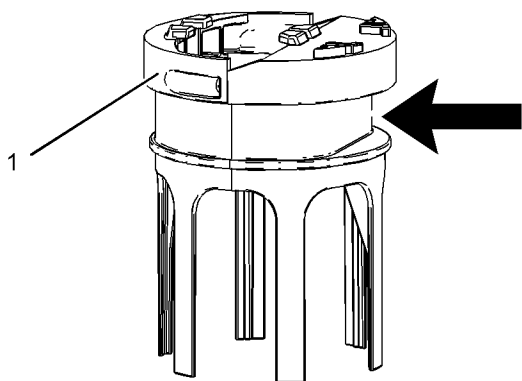

图 77
4. 拉出舌片 (5)，拆下集管盘管底部的吸油滤清器 (4)。用新的吸油滤清器进行更换。
6. 确保带夹如图 77 所示对准滤清器底座的平整部位。将带夹紧固至 $4.5 \pm 0.7 \text{ N}\cdot\text{m}$ ($40 \pm 6 \text{ lb in}$) (1)。拧紧带夹时，确保滤清器没有褶皱。